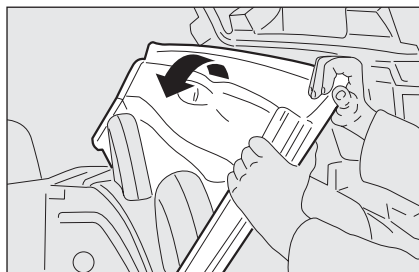

fig. 69
- ☐ sollevare la capote ed adagiarla sulla traversa anteriore controllando che i ganci delle serrature siano aperti in posizione verticale **fig. 69**;